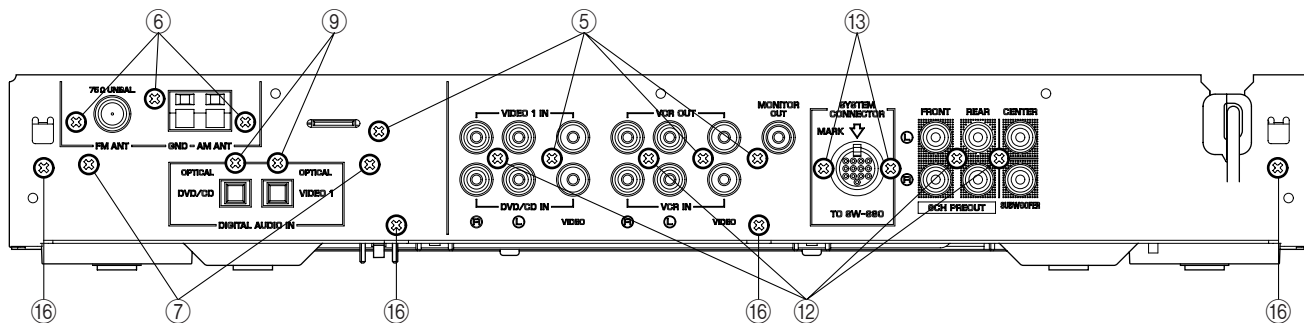
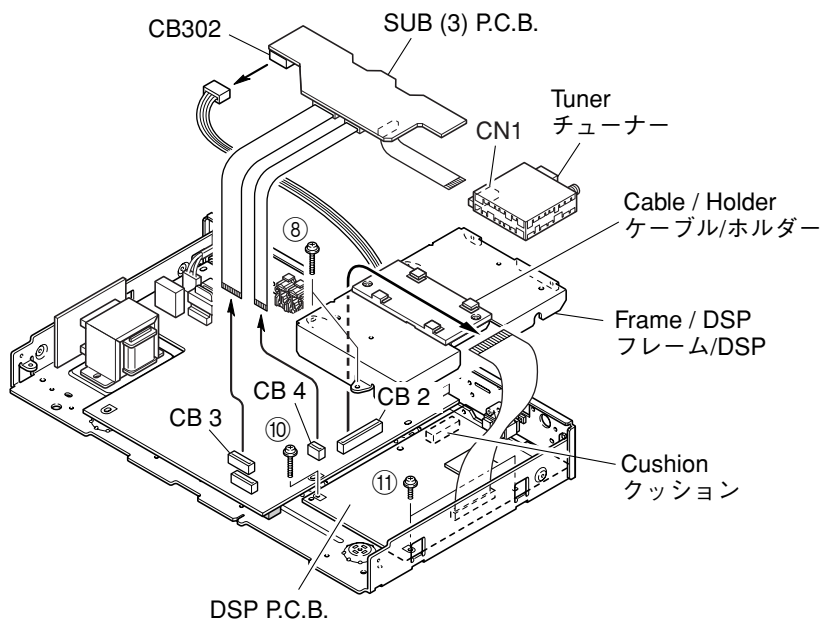
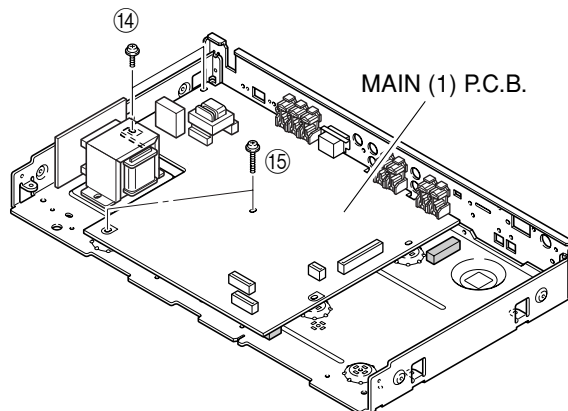
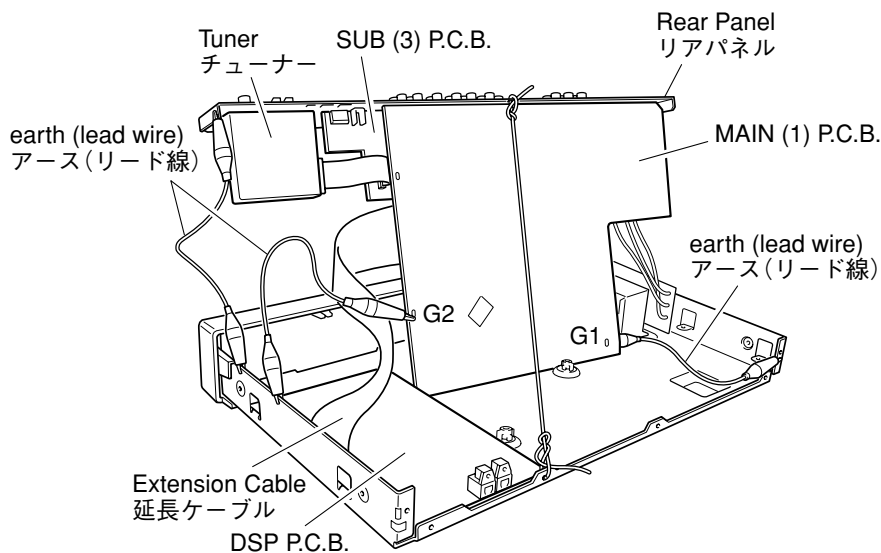

Fig. 3
Fig. 4
Fig. 5
Fig. 6
3. Removal of SUB (3) P.C.B.
- Remove 4 screws (⑤). (Fig. 3)
- Remove CN1, CB3, CB4, CB302. (Fig. 4)
- Remove the SUB (3) P.C.B.. (Fig. 4)
- Remove 3 screws (⑥). (Fig. 3)
- Remove the Tuner. (Fig. 4)
- Remove CB2 and disconnect the flat cable from the Cable / Holder. (Fig. 4)
- Remove 2 screws (⑦). (Fig. 3)
- Remove 2 screws (⑧) and then remove the Frame / DSP. (Fig. 4)
- Remove 2 screws (⑨). (Fig. 3)
- Remove 1 screw (⑩) and 2 screws (⑪). (Fig. 4)
- Remove the DSP P.C.B.. (Fig. 4)
3. SUB (3) P.C.B.の外し方
- ⑤のネジ4本を外します。(Fig. 3)
- CN1、CB3、CB4、CB302を外します。(Fig. 4)
- SUB (3) P.C.B.を取り外します。(Fig. 4)
- ⑥のネジ3本を外します。(Fig. 3)
- チューナーを取り外します。(Fig. 4)
- CB2を外し、ケーブル/ホルダーからフラットケーブルを外します。(Fig. 4)
- ⑦のネジ2本を外します。(Fig. 3)
- ⑧のネジ2本を外し、フレーム/DSPを取り外します。(Fig. 4)
- ⑨のネジ2本を外します。(Fig. 3)
- ⑩のネジ1本、⑪のネジ2本を外します。(Fig. 4)
- DSP P.C.B.を取り外します。(Fig. 4)
6. Removal of MAIN (1) P.C.B.
- a. Remove 4 screws (12) and 2 screws (13). (Fig. 3)
- b. Remove 2 screws (14) and 2 screws (15). (Fig. 5)
- c. Remove the MAIN (1) P.C.B.. (Fig. 5)
6. MAIN (1) P.C.B.の外し方
- a. 12のネジ4本、13のネジ2本を外します。(Fig. 3)